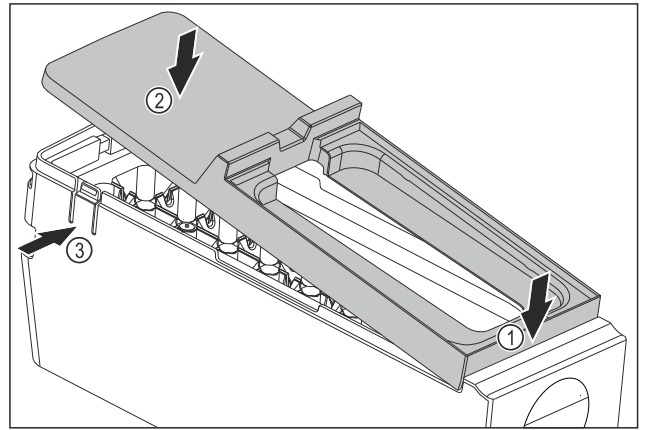

Fig. 81
- ▶ Montare la copertura del corpo dell'EasyTwist-Ice: Applicare la copertura sul davanti. Fig. 81 (1)
- ▶ Abbassare la copertura sul retro. Fig. 81 (2)
- ▷ La copertura si innesta in entrambe le linguette Fig. 81 (3) in modo udibile.